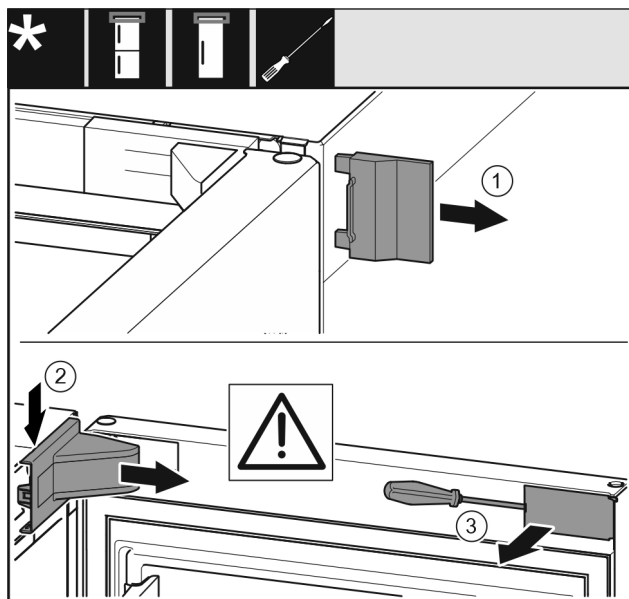

Fig. 7
► Võtke välimine kate Fig. 7 (1) ära.
► Vabaneb laagripuki kate Fig. 7 (2) fiksaatorist ja võtke maha.
► Haakige ilukate Fig. 7 (3) lapikkruvikeerajaga lahti ja keerake küljele.